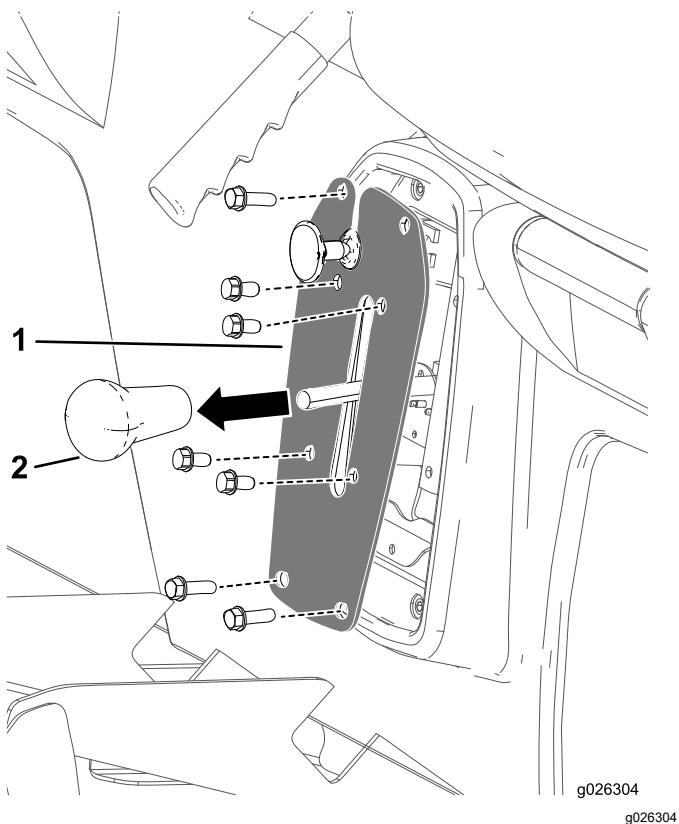

Figura 42
- Retire o manopla da alavanca das mudanças (Figura 42).
- Retire os 4 parafusos que prendem a placa das mudanças ao suporte das mudanças (Figura 42).
- Retire os 4 parafusos que prendem a placa das mudanças à base do banco e retire a placa das mudanças (Figura 42).
- Enrosque o manípulo da alavanca das mudanças e aperte o manípulo $\frac{1}{2}$ m (Figura 42).